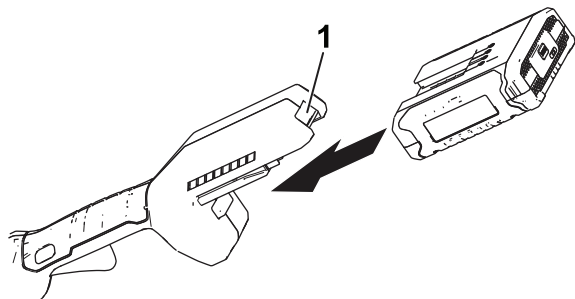

Bild 7
2. Fluchten Sie das Loch im Akkupack mit der Zunge im Holmgehäuse aus (Bild 7).
3. Schieben Sie das Akkupack in den Holm, bis das Akkupack einrastet (Bild 7).